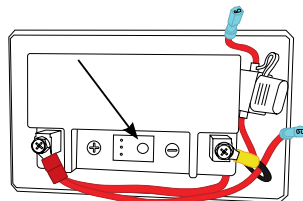
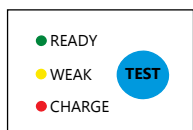

Fig. 3
Fig. 4
- 3.** Sur le dessus de la batterie (Fig. 3), vous trouverez un bouton poussoir marqué TEST. Appuyez sur ce bouton et maintenez-le enfoncé pendant trois secondes. (FIG. 4) Si la LED VERTE ou JAUNE s'allume, passez à l'étape 4. Si la LED ROUGE s'allume ou si aucune des LED ne s'allume, passez à CHARGER LA BATTERIE à la page 9.